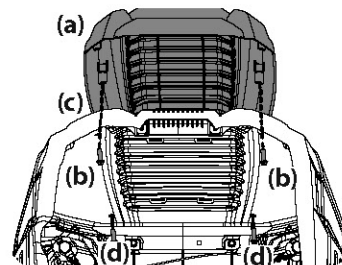

Figura 9
2. Asegure la tapa del capó atomillada (a) desde abajo, ajuste a mano los tornillos (b) que están en la mitad trasera del capó y luego apriete los tornillos con firmeza. Consulte la Figura 9.
3. Con los tornillos traseros en su lugar, alinee los orificios de la tapa del capó (a) con los orificios del capó (c) y fije en su lugar con los restantes dos tornillos (d). Consulte la Figura 9.
5. Sujete el deflector del canal en su lugar con la tuerca de seguridad con brida y el tornillo hexagonal que se extrajeron en el paso dos. Ajuste hasta 102-124 pulgadas-libras (11.5-14 N-m). Consulte la Figura 9. Pase a "Ajuste de las Ruedas de la Plataforma".